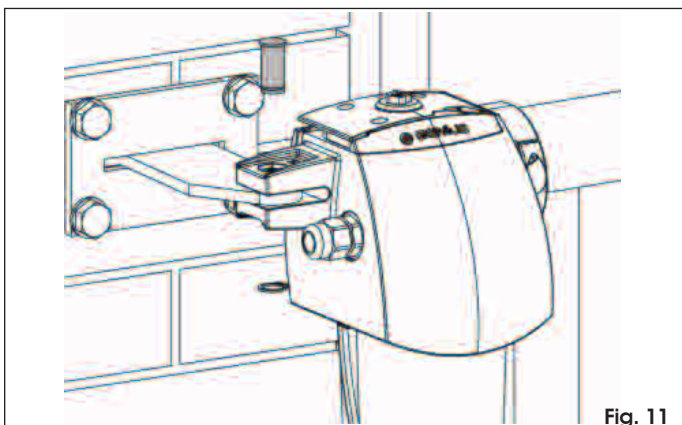

Fig. 11
- Fixer l'opérateur à la patte postérieure qu'on vient de fixer avec les axes et les anneaux élastiques fournis (Fig. 11).